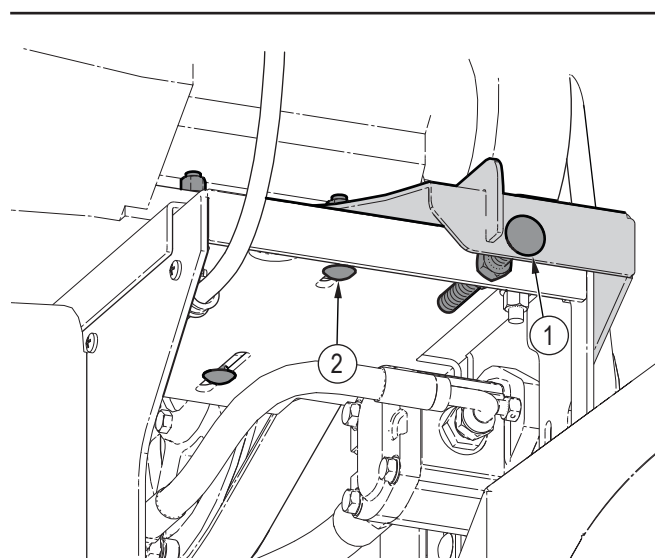

Fig. 55—Support du moteur
3. Desserrez les quatre boulons qui fixent le support du moteur sur le châssis de l'équipement. Consultez la Fig. 55 à la page 73.
3. Desserrez (ne retirez pas) les quatre boulons qui fixent le support du moteur sur le châssis de l'équipement. Consultez Fig. 55.
4. Utilisez le boulon de tension de la courroie d'entraînement pour régler la tension de la courroie d'entraînement. Consultez la Fig. 55.
- Desserrez les quatre boulons du support moteur. Consultez la Fig. 55 à la page 73.